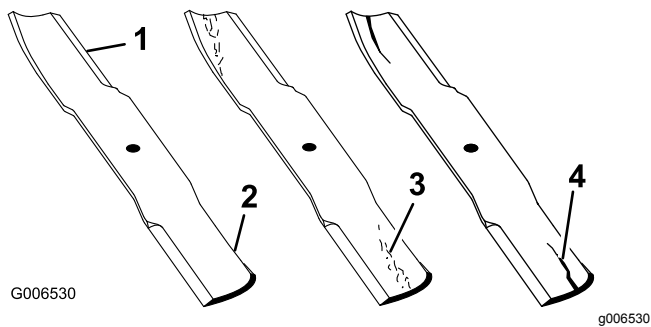

Figura 66
1. Inspeccione as extremidades de corte (Figura 66).
4. Se verificar quaisquer rachas, desgaste ou formação de ranhuras nesta área, instale imediatamente uma lâmina nova (Figura 66).